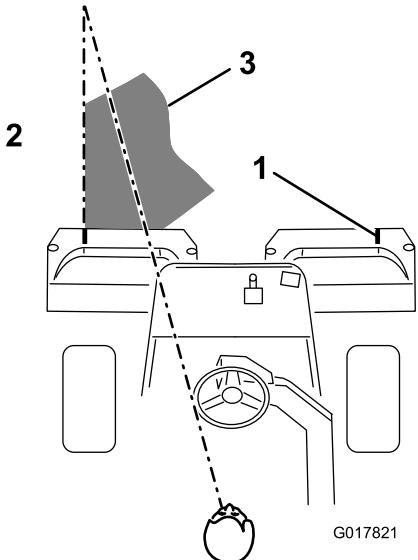

Figura 39
- Durante le passate di ritorno sovrapponete uno spazio minimo alla falciatura precedente. Per tosare in linea retta il green e mantenere la macchina alla medesima distanza dal bordo della falciatura precedente, immaginate una linea da 1,8-3 m circa davanti alla macchina fino al bordo della sezione di green da tosare (Figura 39). Potrebbe essere utile includere nella linea di collimazione il bordo esterno del volante, vale a dire, tenere allineato il bordo del volante con un punto che si trovi sempre alla stessa distanza dalla parte anteriore della macchina (Figura 39).